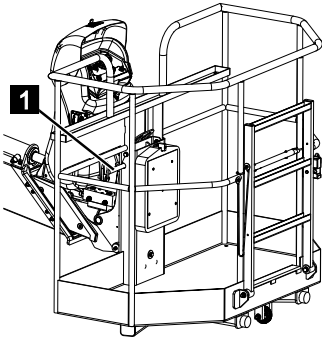

Abb. 86
6. Befestigungsbolzen (Abb.86/1) herausziehen.